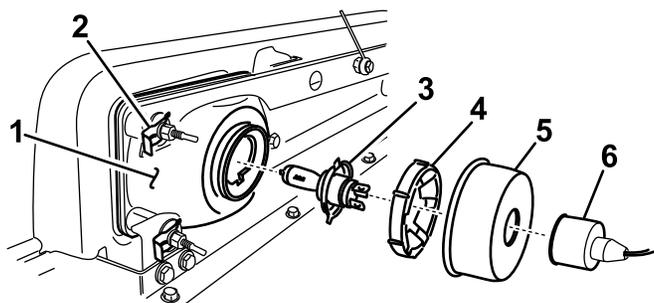

Bild 30
2. Nehmen Sie den Gummischutzüberzug ab (Bild 30).
2. Schieben Sie den Scheinwerfer nach vorne durch die Öffnung in der vorderen Stoßstange und entfernen Sie ihn (Bild 30).
3. Setzen Sie den neuen Scheinwerfer durch die Öffnung in der Stoßstange ein (Bild 30). Achten Sie darauf, dass die Ausrichtungspfeile mit den Löchern in der Befestigungshalterung in der Stoßstange ausgefluchtet sind.